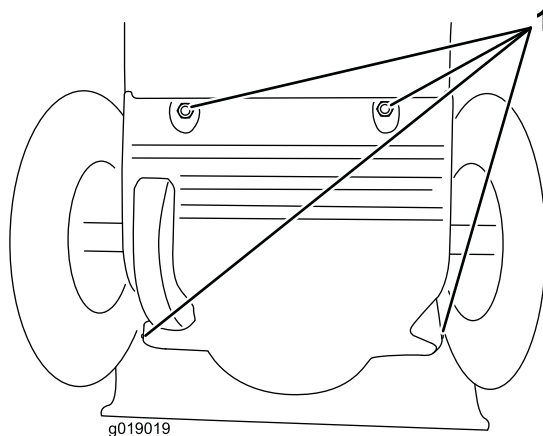

Figure 35
3. Retirez le couvercle arrière (Figure 35).